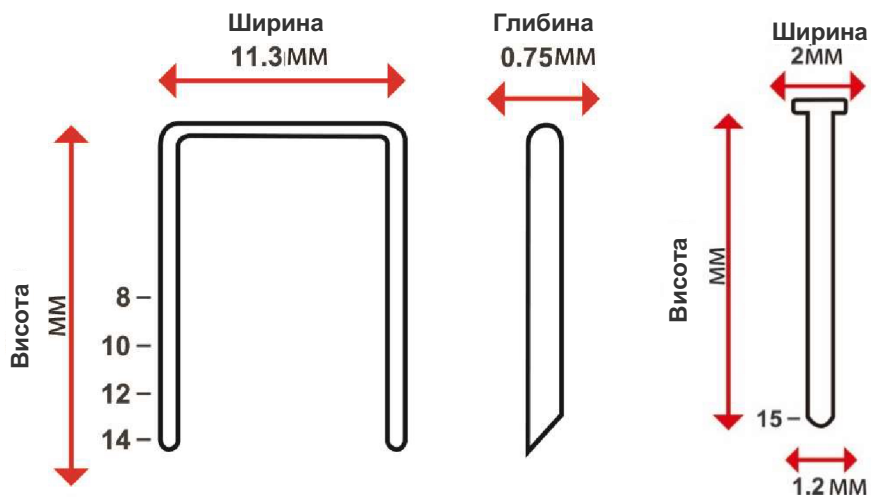

Рис. 2 Допустимий типорозмір скоб і цвяхів
4.1.1 Степлер електричний - універсальний інструмент, призначений для з'єднання різних поверхонь: дерева, гофрокартону та інших різноманітних матеріалів за допомогою скоб і оздоблювальних цвяхів різної конфігурації. Інструмент використовується для побутового застосування. Типорозмір скоб і цвяхів, що використовуються, наведено на Рис.2 цієї інструкції.